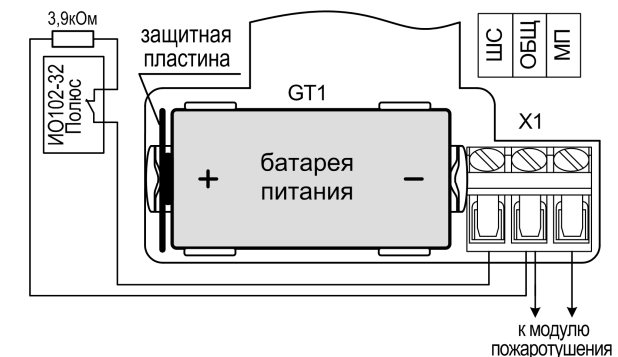

Рис.1 Расположение клеммной колодки X1 и батареи питания. Схема внешних подключений
Со стороны задней стенки корпуса имеется отсек со съемной крышкой, в котором расположены (см. рис.1):
- клеммы «ШС» и «ОБЩ» (вход «Блокировка»), для подключения устройства блокировки запуска пожаротушения. Для блокировки автоматического запуска рекомендуется использовать извещатели охранные магнитоконтактные ИО102-32 «Полюс», производства НПО «Сибирский Арсенал» (схема подключения – см. рис.1) или аналогичные других производителей. Если устройство блокировки не используется, то оконечный резистор 3,9кОм *обязательно* должен быть присоединен непосредственно к клеммам: «ШС» и «ОБЩ».
При размыкании контактов (или короткого замыкания соединительных линий) внешнего устройства, подключенного к входу «Блокировка» (рис.1), УСП переходит в режим «Блокировка» автоматического запуска. При этом сигналы оповещения (табл.1) предупреждают, что автоматический запуск пожаротушения заблокирован. Переход в режим «Блокировка» возможен из любого режима или состояния УСП за исключением режима «Пожар».
3. В соответствии со схемой (рис.1), произведите подключение соединительных линий (предварительно продев их в отверстия для ввода в базу) к клеммной колодке Х1, к модулю пожаротушения и устройству блокировки автоматического запуска.